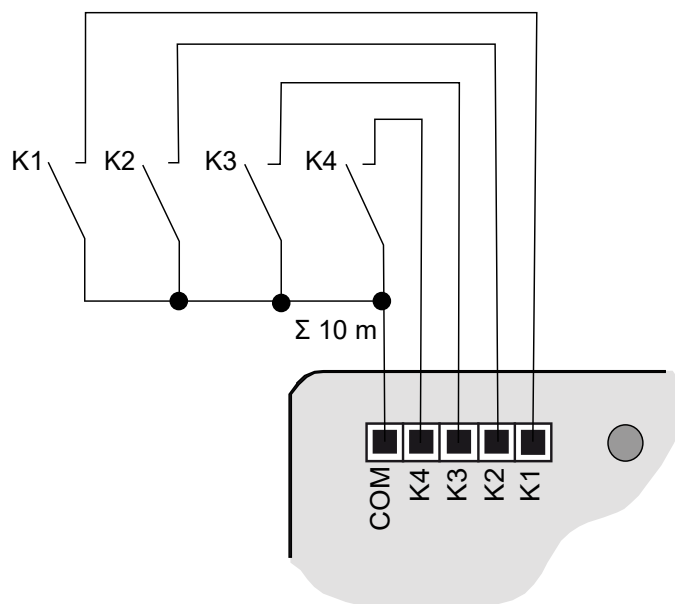

Figura 3: Ejemplo de conexión cuádruple
- Conecte los pulsadores, interruptores o contactos siguiendo el ejemplo de conexión con los cables de conexión adjuntos (4) (véase figura 3).